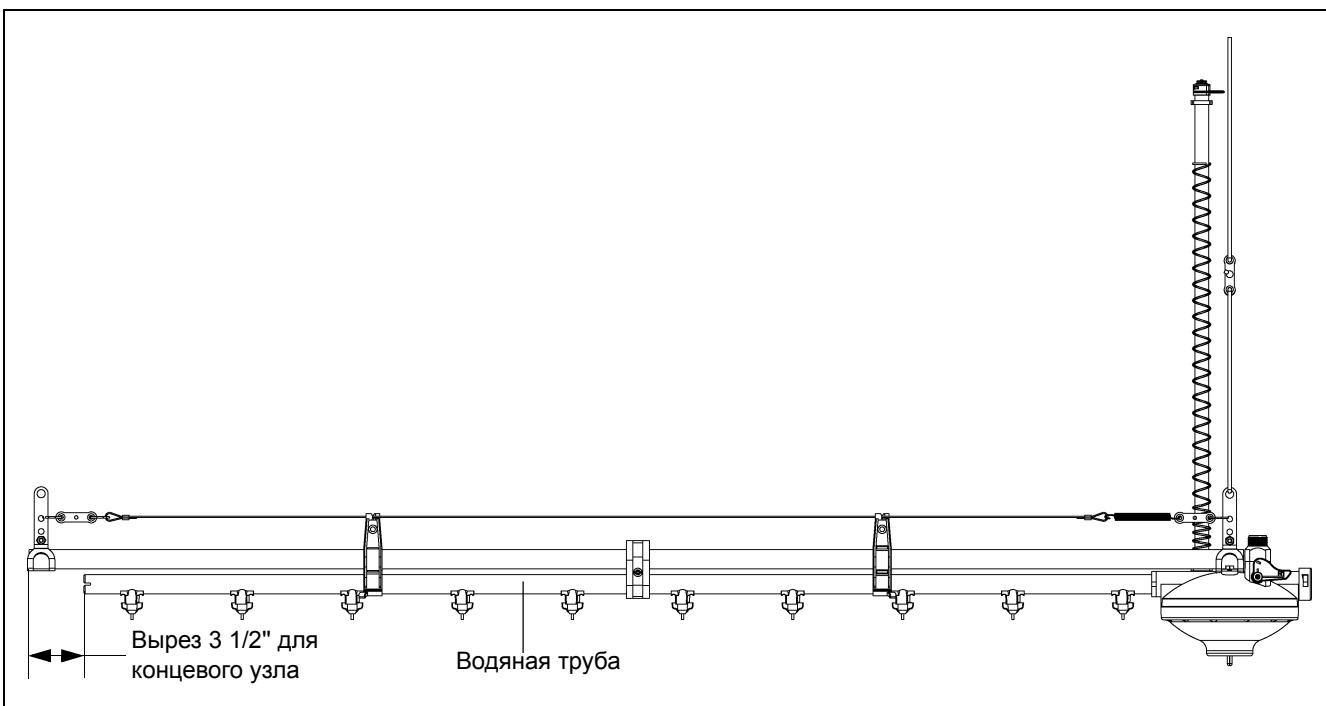

Рисунок 6I
6. Установите последнюю часть водяной трубы и отмерьте назад $3\frac{1}{2}$ " от опорной трубы и сделайте отметку на трубе. Снимите трубу и отрежьте по метке. Вновь установите ее. Это обеспечит пространство для концевого узла. (*См. Рисунок 6I.*)